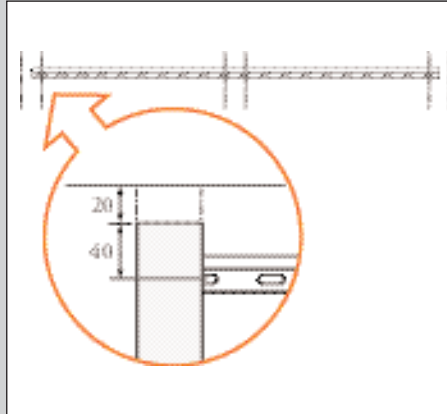

Abb. 19
1. Bestimmen Sie die Position des Regals an der Wand. Markieren Sie in Schienenhöhe die Stelle der Regalwände an der Wand (siehe Abb. 19).